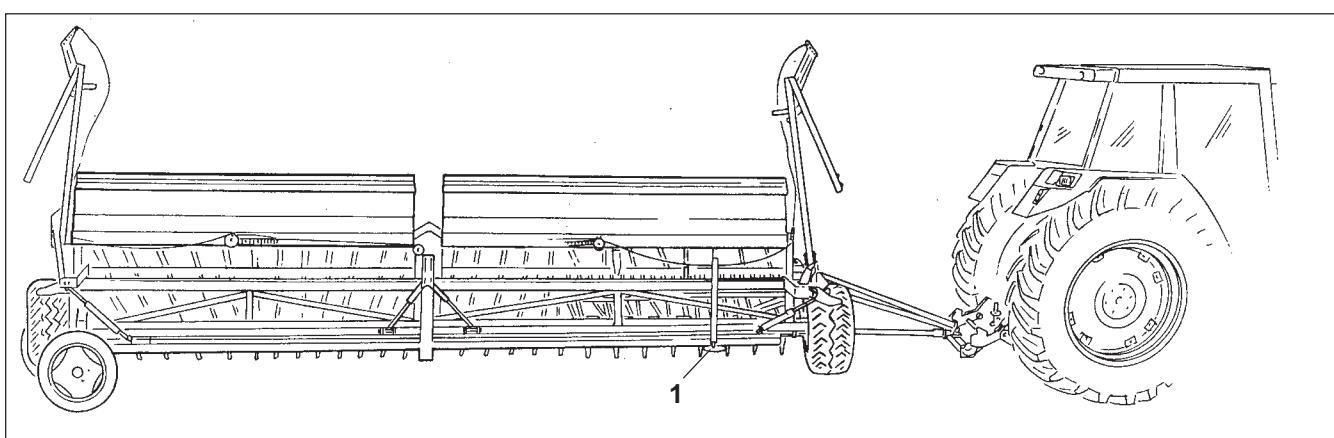

Рис. 19.2
При помощи транспортного приспособления, как показано на Рис. 19.2, можно транспортировать в про-дольном положении сеялки D8-45 SUPER и D8-60 SUPER. При этом необходимо соблюдать следующие предписания:
- Поднимите сеялку, как показано на рис. 19.2.
- Закрепите вверху опорную стойку (Рис. 19.2/1), как показано на рисунке 19.5.